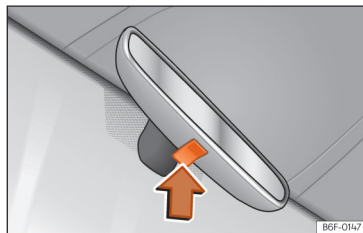

Fig. 108 Retrovisor antienlluernament manual.
- Per enfosquir el retrovisor, premeu la tecla del mirall cap amunt »» **fig. 108** [fletxa].